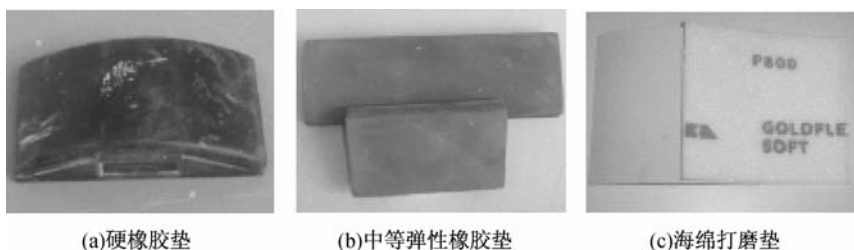

图 8-31 手工打磨垫
(1)硬橡胶垫。硬橡胶垫使用时要外垫水磨砂纸,一般用于湿磨腻子层,把高凸的腻子部分打磨掉,使物面达到平整的要求,如图 8-31(a)所示。
(2)中等弹性橡胶垫。中等弹性橡胶垫是一种辅助打磨工具,利用它的柔软性,外包水磨砂纸可打磨棱角和形状多变部位。大部分中等弹性橡胶垫的结构可分为两部分,一面是中等弹性橡胶,另一面是硬质塑料,所以中等弹性橡胶垫兼具硬打磨块和中等弹性磨块的功能,如图 8-31(b)所示。
(3)海绵打磨垫。海绵打磨垫适用于涂面处理,如在抛光涂面前,用海绵打磨垫垫细水磨砂纸磨平颗粒、橘皮等,不易对涂面造成大的伤害,如图 8-31(c)所示。